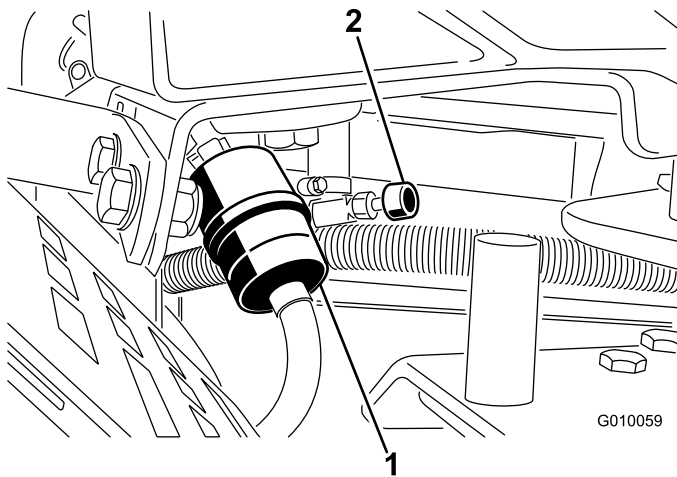

Figura 51
2. Cierre la válvula de combustible (Figura 51).
3. Apriete los extremos de las abrazaderas y deslícelas por el tubo alejándolas del filtro (Figura 51).
5. Instale un filtro nuevo y acerque las abrazaderas al filtro (Figura 51).
7. Abra la válvula de cierre de combustible (Figura 51).
3. Afloje la abrazadera cerca del filtro de combustible y deslícela por el tubo, alejándola del filtro de combustible (Figura 51).
4. Retire el tubo de combustible del filtro (Figura 51). Abra la válvula de cierre del combustible y deje que la gasolina se drene en un recipiente.
5. Instale el tubo de combustible en el filtro de combustible. Acerque la abrazadera al filtro de combustible para fijar el tubo de combustible (Figura 51).